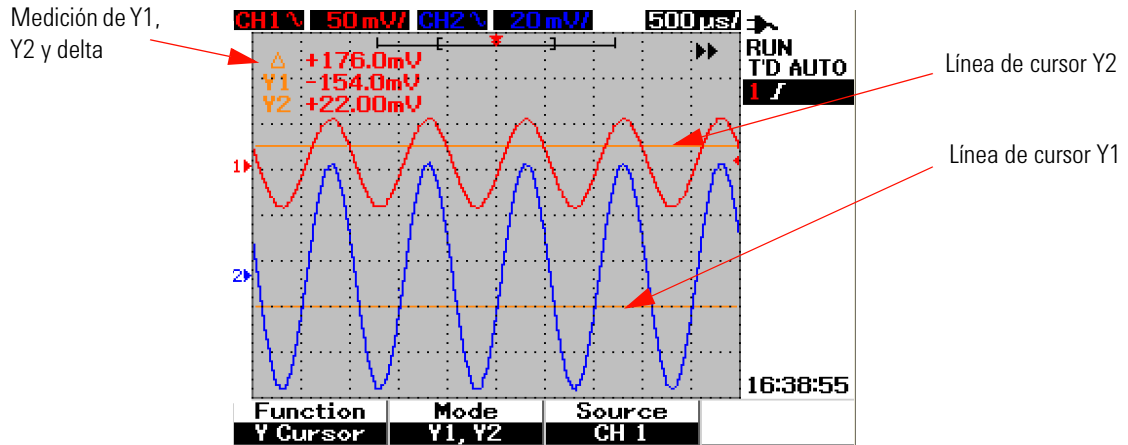

Figura 3-34 Medición del cursor Y para la señal del canal 1 con líneas de cursor Y1 e Y2
- 4 En la Figura 3-34, se seleccionan dos líneas de cursor – modo Y1 e Y2 –, se realiza la medición para la señal en el canal 1.